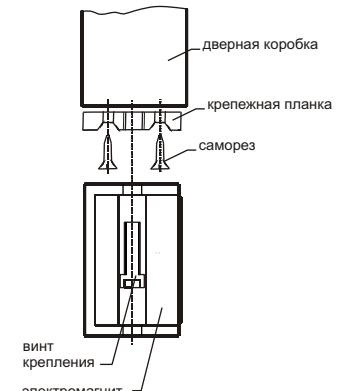

Рис. 2. Схема установки
1.2.2. Разметьте и просверлите в дверной коробке 8 отверстий и прикрепите крепежную планку из монтажного комплекта, как показано на Рис. 2.